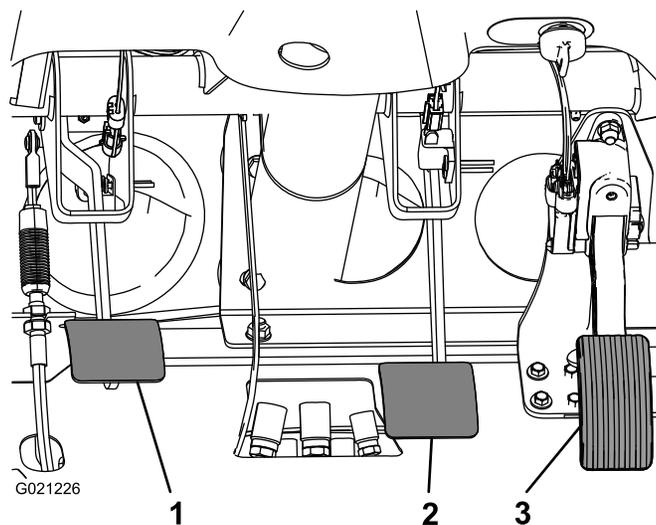

**Figura 66**
1. Retire el pasador de horquilla y la chaveta que fijan la horquilla del cilindro maestro al pivote del pedal de freno (Figura 66).